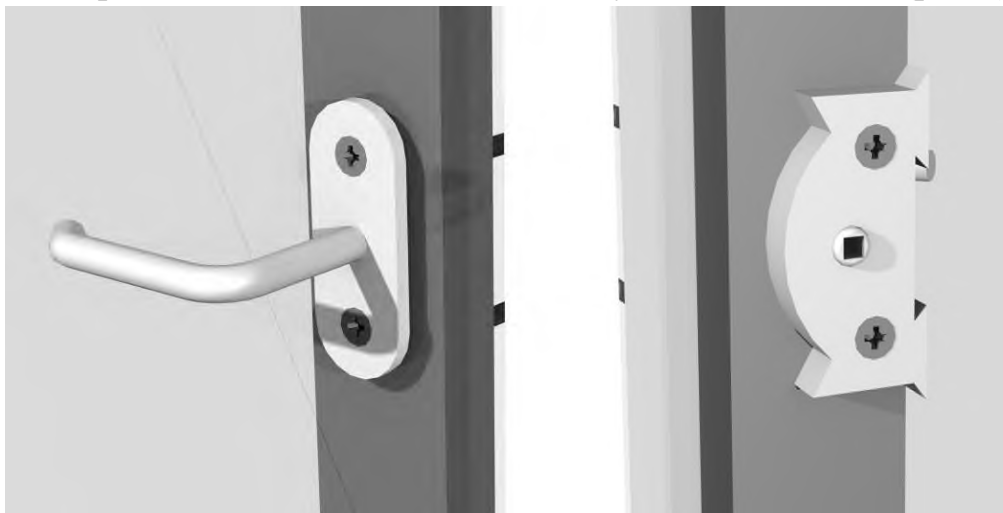

Рис.5 Ручка и замок
5. Ручки для дверей и форточек установить поверх поликарбоната **Поз.7** при помощи саморезов 3.9х19 **Поз.16**, после чего установить замки (рис.5).